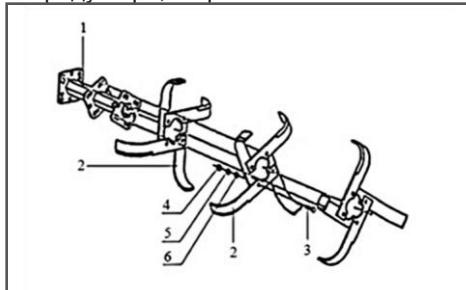

Рис.10 Сборка фрез
- Установить ножи фрез на кронштейны осей фрез (ножи должны быть установлены лезвием по ходу культивации) Рис. 10.